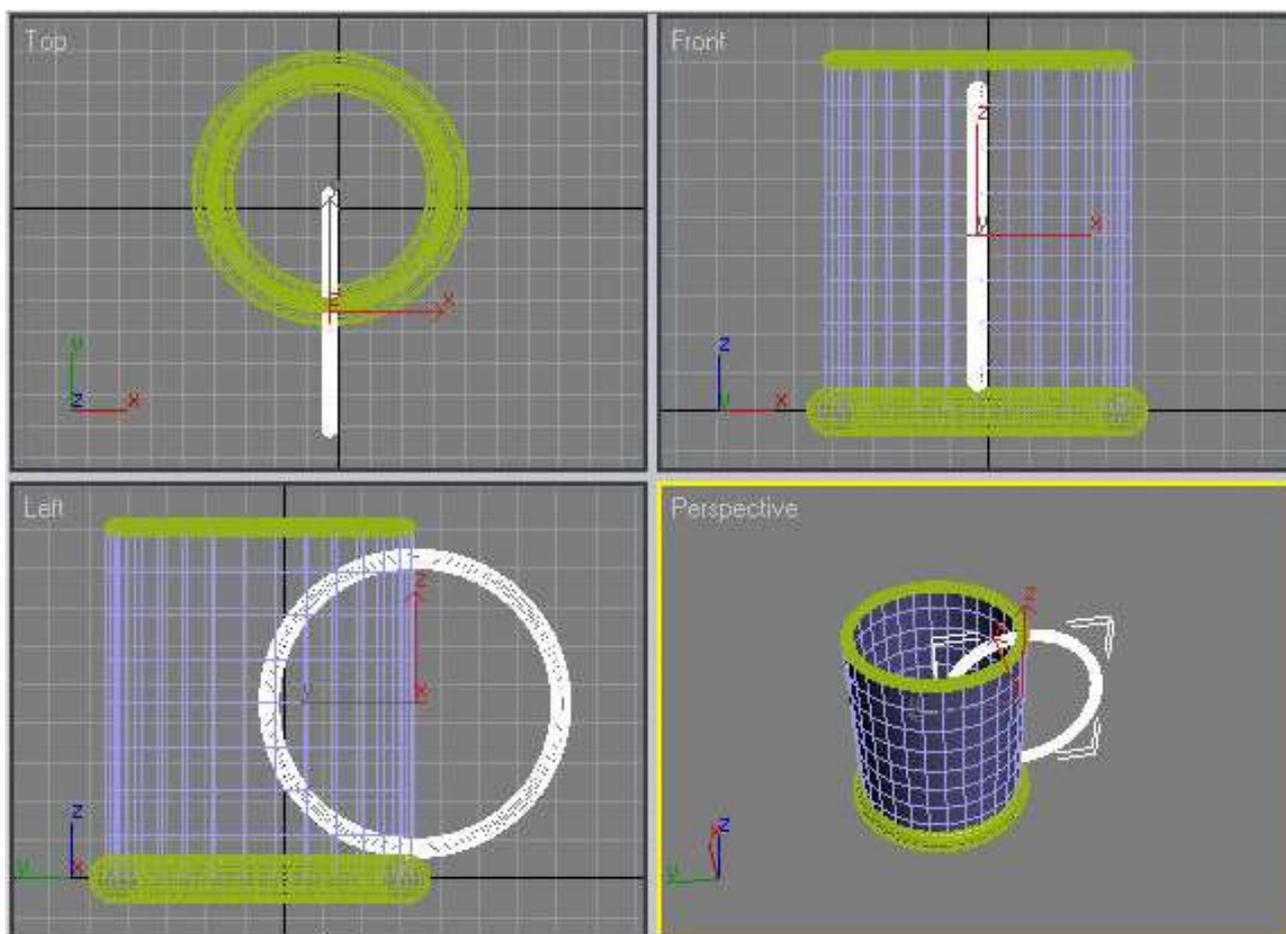

Рис. 11 – Вид объектов после выравнивания
19. Теперь выровняем объект Torus03 по оси Y относительно объекта Tube (Труба). Для этого в окне **Align Selection** (**Выравнивание выделенных объектов**) установите следующие параметры: флажок **Y Position** (**Y-позиция**), переключатель **Current Object** (**Объект, который выравнивается**) в положение Maximum (по максимальным координатам выбранных осей), переключатель **Target Object** (**Объект, относительно которого выравнивается**) в положение Center (По центру). Нажмите кнопку **Apply** (**Применить**), (рис. 11).